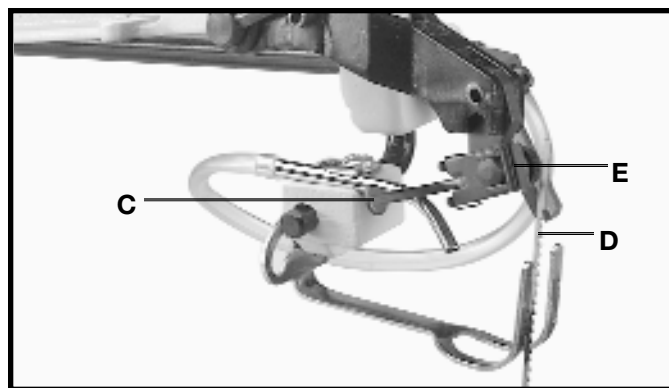

Fig. 23
3. Pousser le levier de verrouillage de mandrin (C) fig. 23 à l'arrière, tel qu'illustré. Ceci dégagera la lame (D) du mandrin supérieur (E).
8. Pousser le levier de verrouillage de mandrin (C) fig. 23 à la position avant pour verrouiller la lame dans le module du porte-lame supérieur.
1. Déplacer le levier de verrouillage de mandrin (C) fig. 23 à l'arrière (position ouverte), tel qu'illustré.